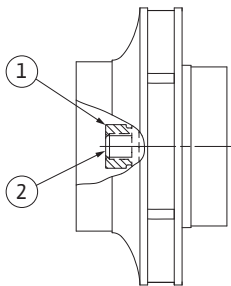

Fig. 52: Правильне положення гайки робочого колеса після монтажу
29. Зафіксувати вал (див. п. 24) і затягнути гайку робочого колеса з крутним моментом згідно до вимог (див. перелік «Табл. 11. Моменти затягнення гвинтів» на сторінці 54). Гайка (Fig. 52, п. 1) має відступати від краю вала не більше ніж на $\pm 0,5$ мм (Fig. 52, п. 2). Якщо цього досягнути не вдалось, гайку слід викрутити і повторити кроки 25 – 29.